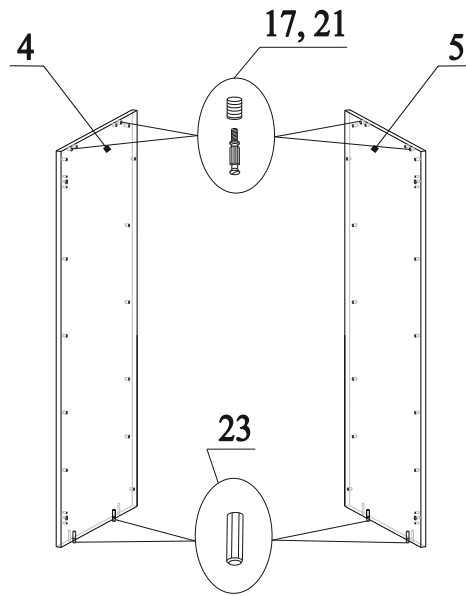

Рис.4
6. В отверстия на деталях 4 и 5 вбить муфты 21 и вкрутить в них дюбеля 17 (рис.4);
7. В нижний торец деталей 4 и 5 вставить шканты 23 (рис.4);